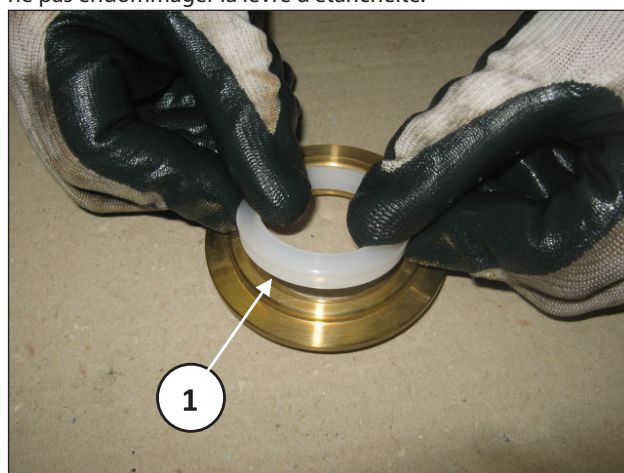

Fig. 125
Pour remonter le racleur, procéder comme suit : Monter le racleur dans le logement sur le support (rep. ①, Fig. 125) en utilisant, au besoin, un tampon et en ayant soin de ne pas endommager la lèvre d'étanchéité.